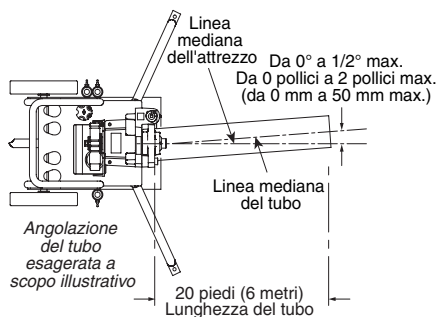

Figura 2 - ANGOLO DI TRACCIATURA
b. Se la svasatura risulta eccessiva, mantenere al minimo la tracciatura da destra a sinistra. Può essere necessario un angolo di tracciatura inferiore a $1/2^\circ$ (Figura 2).
f. Posizionare il supporto per tubi tra 0 e $1/2^\circ$ verso sinistra per creare l'angolo di tracciatura. Si veda la Figura 2 (sotto).